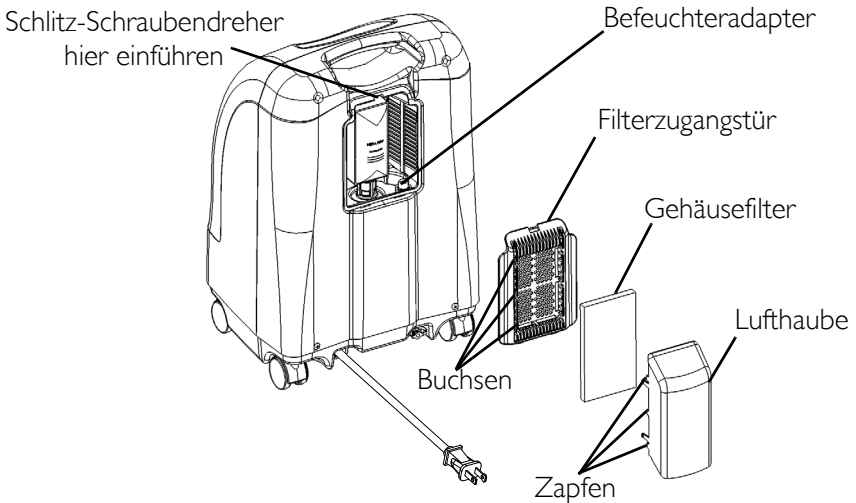
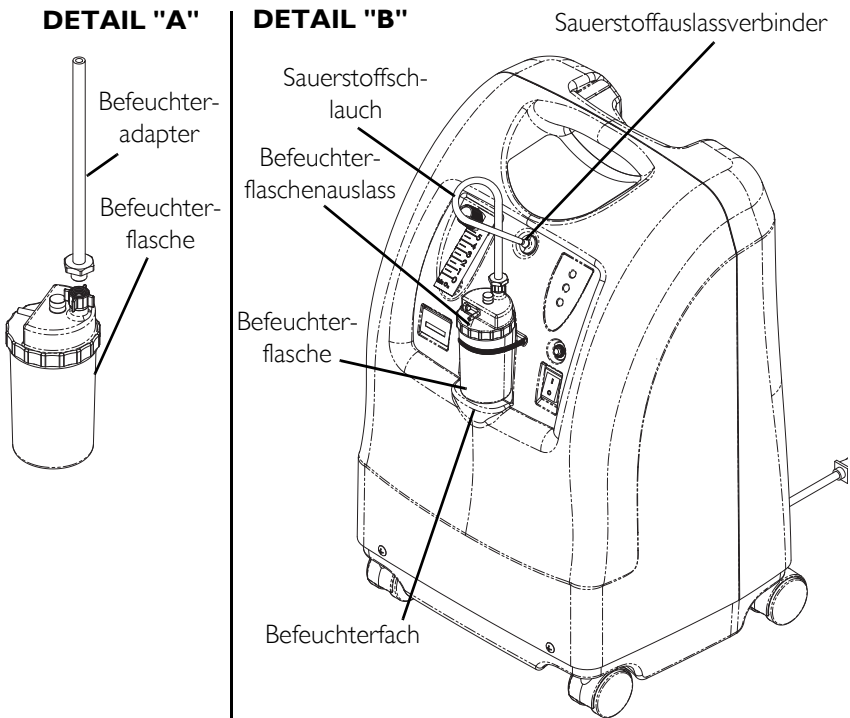

ABBILDUNG 6.2 Befeuchteradapter
ABBILDUNG 6.3 Befeuchterfach
HINWEIS: Nähere Angaben zu diesem Verfahren finden Sie in ABBILDUNG 6.1, ABBILDUNG 6.2 auf Seite 117 und ABBILDUNG 6.3 auf Seite 118.
3. Einen Schraubendreher in den Öffnungsschlitz am oberen Rand der Filterzugangstür stecken und die Filterzugangstür behutsam aufhebeln (ABBILDUNG 6.2).
4. Befeuchter-Adapterschlauch nach oben ziehen und entnehmen (ABBILDUNG 6.2).
6. Befeuchteradapter durch drehen der Flügelmutter an der Befeuchterflasche im Uhrzeigersinn an die Befeuchterflasche anbringen, bis dieser fest sitzt. Siehe Detail "A" von ABBILDUNG 6.3.
7. Befeuchterflasche/-adaptereinheit ins Befeuchterfach im Konzentrator einsetzen. Siehe Detail "B" von ABBILDUNG 6.3.
8. Sauerstoffschläuche der Befeuchterflasche/-adaptereinheit an den Sauerstoffauslassverbinder am Konzentrator anschließen. Siehe Detail "B" von ABBILDUNG 6.3.
9. Kanüle/Patientenversorgungsschlauch am Auslass der Befeuchterflasche anbringen. Siehe Detail "B" von ABBILDUNG 6.3.